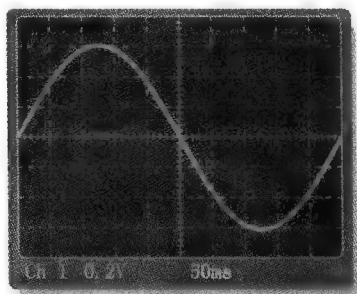

图 8-80
40. 试确定图 8-80 中屏幕显示正弦波的峰值和周期, 水平轴为 0V 。
41. 试确定图 8-80 中屏幕显示的正弦波的有效值和频率。